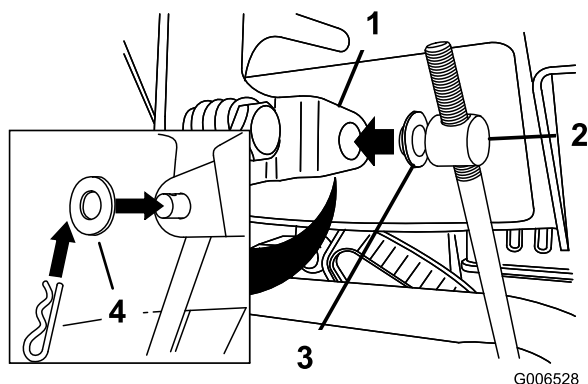

Figura 5
3. Posizionate una rondella piana sul barilotto (Figura 5).
6. Sollevare l'asta di comando della velocità ed inserire il barilotto nel foro della leva di selezione della velocità (Figura 5).
- B. Scollegate il barilotto dalla leva del selettore della velocità (Figura 5).
- C. Alzate il barilotto sull'asta di controllo della velocità (senso antiorario) (Figura 5).
- D. Collegare il barilotto alla leva del selettore della velocità (Figura 5).
- C. Abbassate il barilotto sull'asta di controllo della velocità (senso orario) (Figura 5).